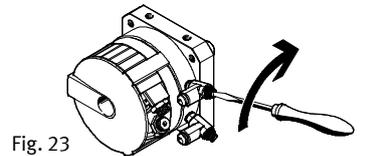

Fig. 23
- primero completamente (Fig. 23),